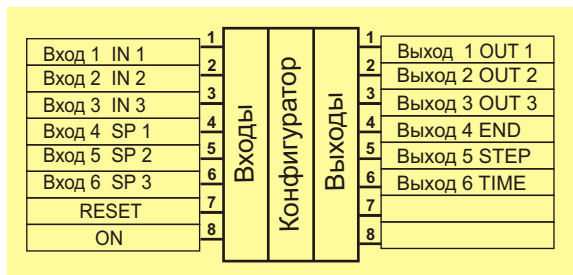

Рис. 154. Блок "Программа".
9.6.14 Блок **Программа** имеет 8 входов и 6 выходов. Схематическое изображение архитектуры блока **Программа** смотрите на Рис. 154.